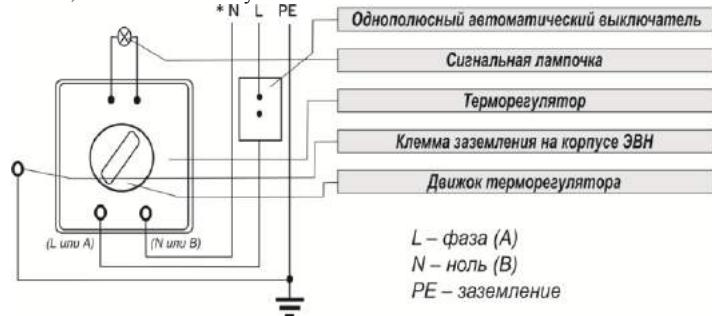

Рис. 7. Схема электрическая
В цепь электропитания необходимо установить автоматический выключатель с током отсечки, равным 10А для ЭВН мощностью до 1,6 кВт и 16А для ЭВН мощностью от 1,6 кВт до 2,5 кВт. Подключение моделей E-Series, O'Pro, EGO, Round, O'Pro + (рис. 7, 8) и моделей D400-2-BC (рис. 11):
Подключение моделей O'Pro (PC) (рис. 7, 8) и Steatite (рис. 7, 9, 10, 11);